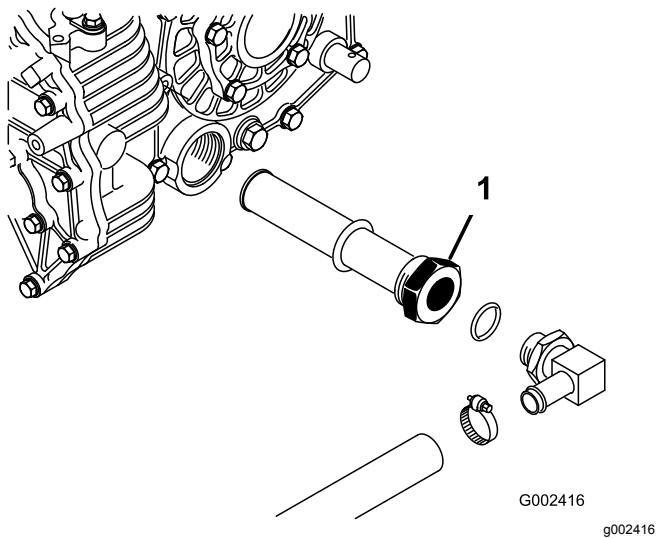

Figure 74
3. Notez l'orientation du flexible hydraulique et du raccord à 90° raccordé à la crépine sur le côté du réservoir (Figure 74).